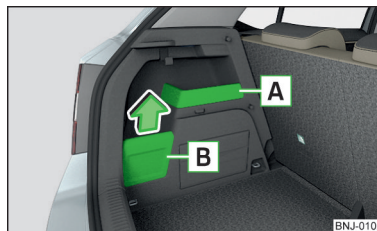

Рис. 94
- Якщо можливо, перекладіть предмет багажу, що висить на гачку, до відділення для речей **[В]** » Рис. 94 на стор. 80, інакше кришка відділення для речей може пошкодитись.
- Якщо на гачку висить предмет багажу, маса якого перевищує 2,5 кг, то ми рекомендуємо зняти кришку відділення для речей **[В]** » Рис. 94 на стор. 80, інакше вона може пошкодитись.
Стационарне відділення для речей **[А]** » Рис. 94 може використовуватися для зберігання невеликих предметів загальною вагою до 1,5 кг.